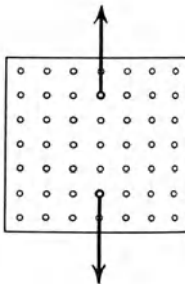

Fig. 58.
u) Stecke einen Stift fest in das zweite Loch einer Reihe und einen andern Stift nacheinander in das dritte, vierte usw. Loch derselben Reihe und übe mit den Federwagen genau in der Richtung der Reihe aber in entgegengesetztem Sinn gleiche Zugkräfte aus (Fig. 58). Lies die Wagen ab. Ändert sich die Wirkung einer Kraft, wenn man die Angriffstelle in der Wirkungslinie der Kraft verlegt?